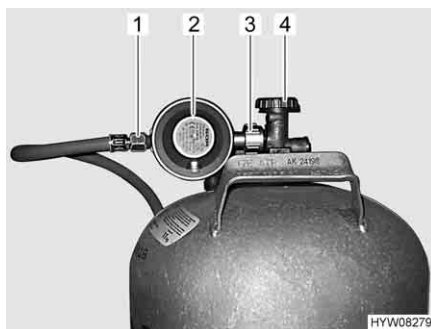

Fig. 104 Raccordo bombola del gas
- Chiudere la valvola principale di arresto (Fig. 104,4) della bombola del gas. Osservare la direzione della freccia.
- Tenere fermo il regolatore di pressione del gas (Fig. 104,2) e aprire il dado zigrinato (Fig. 104,3) (nella filettatura sinistra).
- Rimuovere il regolatore di pressione del gas con il tubo del gas (Fig. 104,1).
- Collocare il regolatore di pressione del gas (Fig. 104,2) con il tubo del gas (Fig. 104,1) sulla bombola del gas e serrare il dado zigrinato (Fig. 104,3) (generalmente filettatura sinistra). **Non** tirare con molta forza.